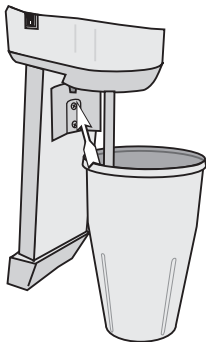

Abb. 16
- 3 Den Behälter im Halter einhaken, um den Mikroschalter zur Inbetriebsetzung des Motors auszulösen (Abb.16).